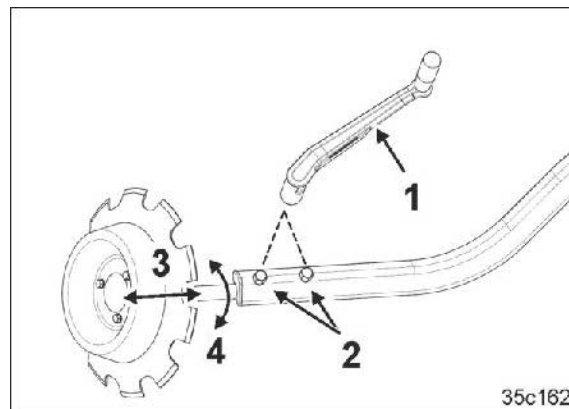
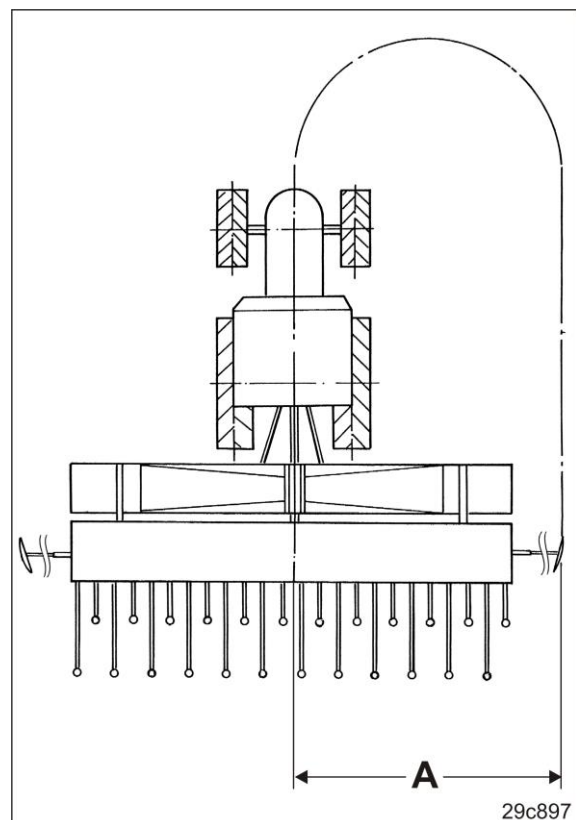

Fig. 135
Fig. 136
- la longueur des traceurs (Fig. 135/3)
- l'intensité de travail des traceurs selon le type de sol (Fig. 135/4).
2. Desserrer les vis (Fig. 135/2) avec l'outil de manipulation (Fig. 135/1).
3. Régler la longueur des traceurs en les déplaçant (Fig. 135/3) sur la longueur "A" [voir tableau (Fig. 136)].
4. Réglez l'intensité de travail de l'axe du traceur en tournant (Fig. 135/4) de sorte à ce qu'il soit parallèle au sens de la marche sur une terre légère et davantage pointé vers l'avant sur une terre lourde.
5. Serrer les vis (Fig. 135/2).